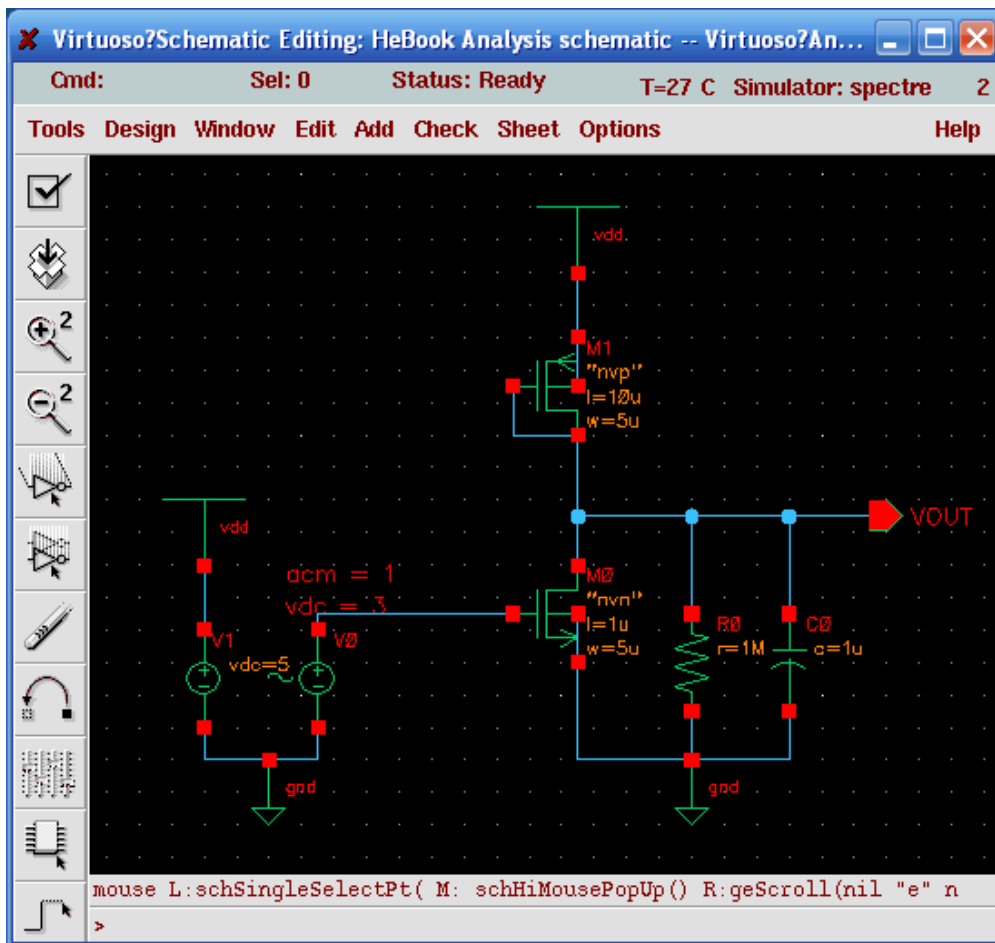
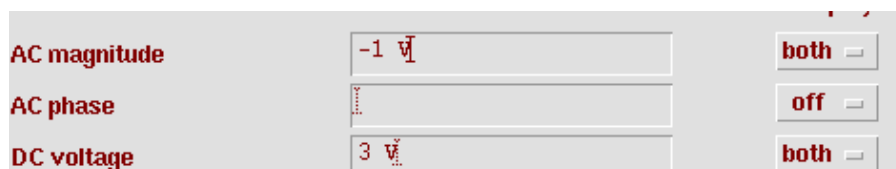
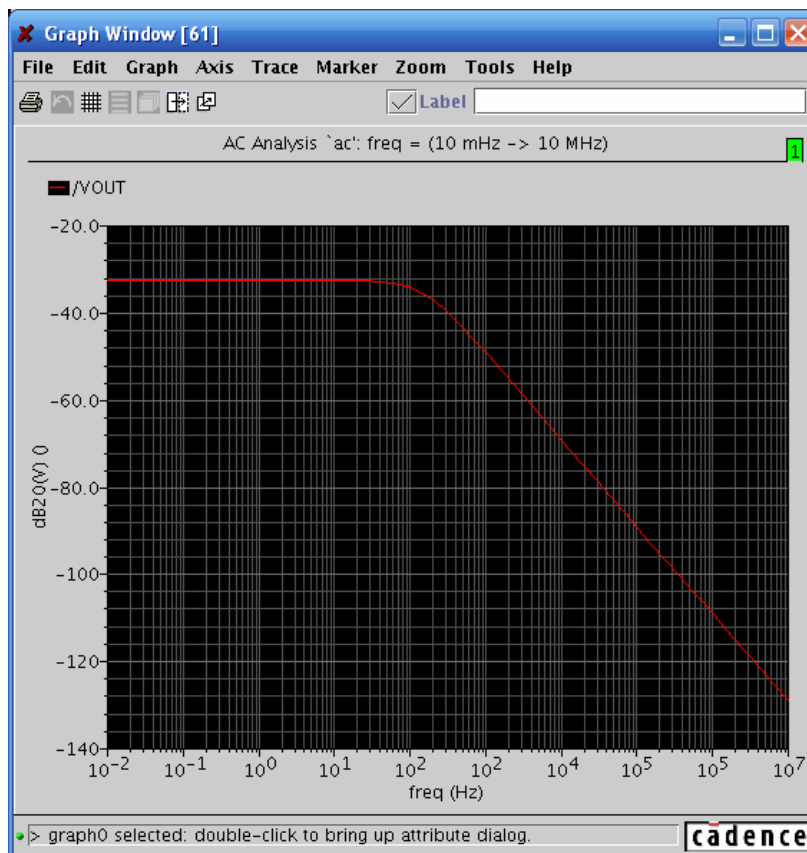

图 5.3 交流分析实例
图 5.4 交流信号的设置
图 5.7 “Vout” 与频率关系
以图 5.3 所示简单放大器作为实例进行交流小信号分析。在放大器设置中，最关心的是它的增益和相位随频率变化的情况。在实际设计中，往往用波特图来表示该放大器的频率特性。
在做“AC Analysis”时，必须先给电路设置一个交流信号源。常以“AnalogLib”→“vsin”信号为激励源。在图 5.3 中，由于交流信号是直接由“M0”管的栅极加入，那么在具有交流信号的同时，必须要给该 MOS 管设置一个直流偏置电压。在信号源中需要设置交流幅度和直流偏置。如图 5.4，在“vsin”信号的设置中包括交流信号幅值（AC magnitude），交流信号相位（AC phase），直流偏置电压（DC voltage）等多个选项。“AC magnitude”通常都设置为 1V，“-1”表示 180° 相位翻转。当然，设计者也可以通过设置“AC phase”来表示相位，“AC phase”缺省设置为 0。“DC voltage”根据实际电路设置偏置即可。该电路中以 1μF 电容和 1MΩ 电阻为负载。
注意：设计者应当区别在仿真器中交流信号和直流偏置信号的区别。例如图 5.3 中，如果“M0”的直流偏置电压设置为 1.5V，交流幅值设置为 1V，该 MOS 管阈值电压 1V。那么“M0”会不会进入到截止区呢（1.5V-1V<1V）？实际上仿真结果显示“M0”管不可能进入截止区。在本章最开始陈述过，“AC Analysis”的前提是先进行了“DC Analysis”。所以，电路状态
- “dB10”，“dB20”：在波特图中幅频特性通常换算成分贝表示。“dB10”，“dB20”表示对幅度 A 以 $10\log A$ 和 $20\log A$ 计算结果。如果是电压幅值采用“dB10”，如果是功率增益则需采用“dB20”。一般情况下，在波特图中“dB20”更为常用。图 5.3 电路的增益曲线如图 5.7 所示。